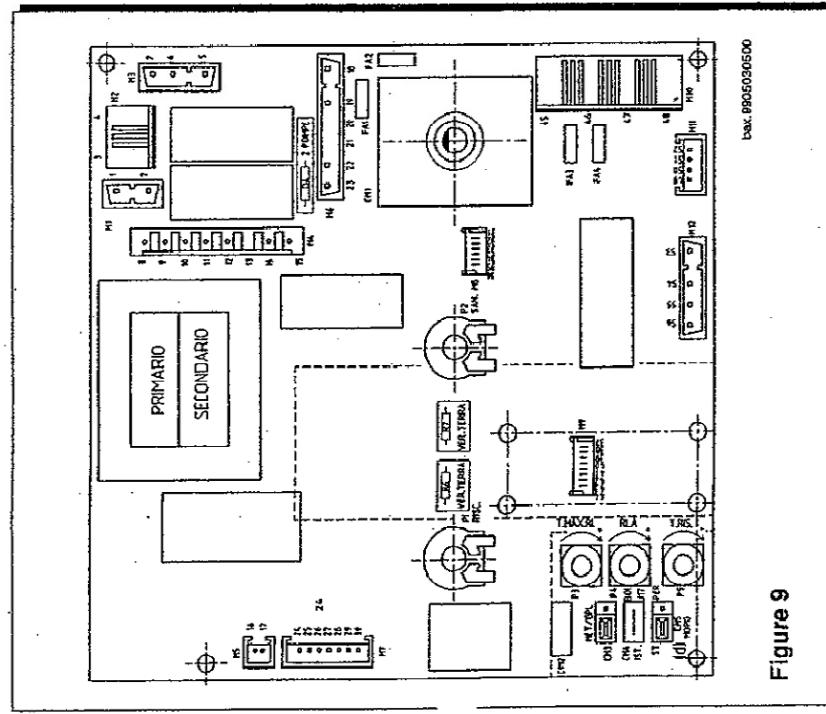

Figure 9
- * connecter le moteur du programmeur au bornier M2 de la carte électronique principale (bornes 3 et 4 de la figure 9);
- Pour utiliser ce composant, il est nécessaire de glisser, entre la carte de modulation (connecteur M8, figure 9) et le bornier du télécontrôle, une carte interface fournie elle aussi en tant qu'accessoire.
- * remonter le tube et effectuer le nouveau tarage de pression comme indiqué en (E).
- * positionner le pont du connecteur "changement de gaz", dans le secteur MET pour le gaz naturel ou dans le secteur GPL pour le gaz liquide (figure 9 de la page 11).